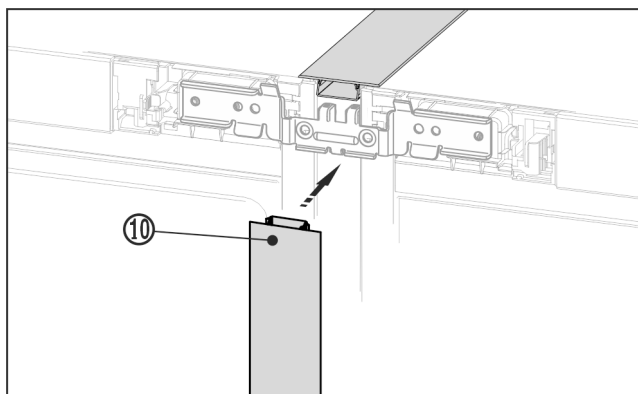

Fig. 22
- ▶ Presione la cinta de cubierta Fig. 22 (10) corta en el espacio vertical. Asegúrese de que la cinta se encuentre en la placa de conexión.